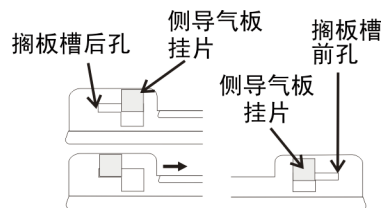

图 1-11.槽孔和挂片
3. 安装搁板槽。将搁板槽的后孔挂在侧导气板的后方对应挂片上。向前拉动搁板槽，然后将搁板槽的前孔挂在侧导气板的前方挂片上，使前方挂片与搁板槽的前孔啮合。见图 1-11。